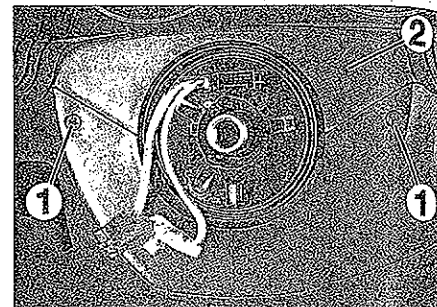
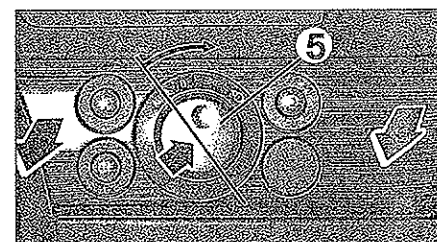
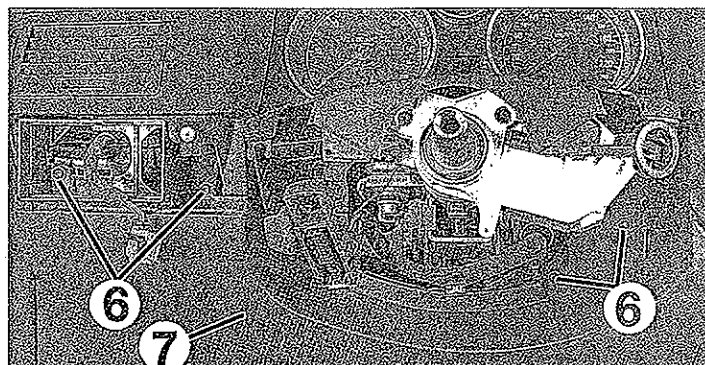

FIG. 6
FIG. 8
FIG. 9
- los dos tornillos (1) del guarnecido superior (2) de columna de dirección y desmontar el mismo (fig. 6).
- el guarnecido inferior (4) de columna de dirección.
- Colocar el conmutador (5) en posición "0" ó en posición "Auto", según el equipamiento (fig. 8).
- Desconectar y desmontar el grupo de interruptores de iluminación (5) con su guarnecido.
- los 4 tornillos (6) de fijación del guarnecido inferior izquierdo (7) de salpicadero (fig. 9).
- el guarnecido inferior izquierdo (7).